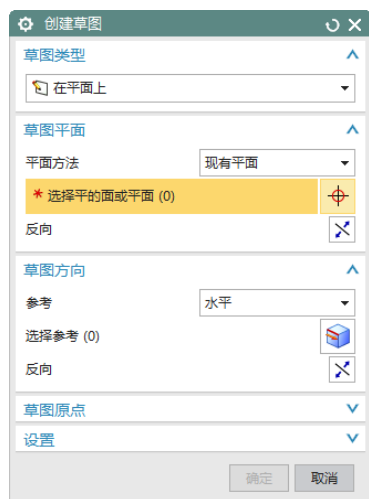

图 11-90 “创建草图”对话框
(2) 在“法向除料”对话框中，单击“绘制截面”按钮，打开如图 11-90 所示的“创建草图”对话框。